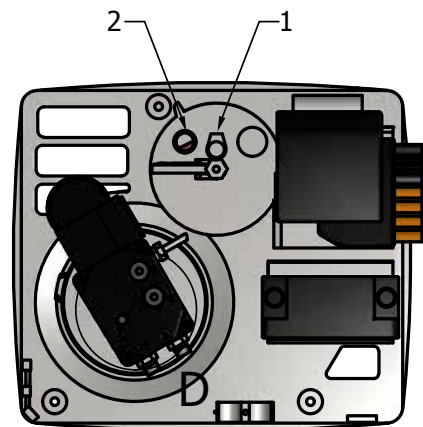
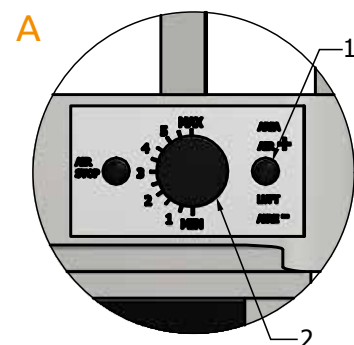

Abb. 4
Abb. 6
- Es ist sicherzustellen, dass die Heizleistung des Brenners korrekt auf die Größe des Kessels abgestimmt ist. Diese Einstellung erfolgt in Abb. 4 Pos. 1 durch Drehen des Schraubendrehers nach links oder rechts.
- Die Ersteinstellung der Luftklappe erfolgt durch Drehen der Einstellschraube Abb. 6 Pos. 1 auf etwa 1 Stufe gemäß Abb. 6 Pos. 2.
Beobachten Sie den Schornsteinausgang des Kessels genau (es darf kein schwarzer oder weißer Rauch zu sehen sein) und stellen Sie die Brennstoffmenge auf eine zufriedenstellende Dosis ein (typische Einstellung von der äußersten linken Position + 1 Umdrehung nach rechts bis 2,5 Umdrehungen nach rechts). Achten Sie besonders darauf, dass die Brenner-Kessel-Einheit nicht mitschwingt (charakteristisches lautes Dröhnen). Wenn der Einstellbereich der Brennstoffpumpe nicht ausreicht, verstellen Sie die Luftklappe – Abb. 6 Pos. 1 (typische Einstellung im Bereich 0,5 – 2,0). Die Einstellung und Feinabstimmung muss mehrmals durchgeführt werden, um die richtige helle Flamme im Fenster für die direkte Flammenansicht zu erreichen, wie in Abb. 4 Pos. 2 dargestellt. Die Zieleinstellung muss an einer warmgelaufenen Maschine während des dritten oder vierten Aufheizens des Kessels (normaler Betriebszustand) erfolgen, während die Feineinstellung den Kaltstart der Maschine betrifft.